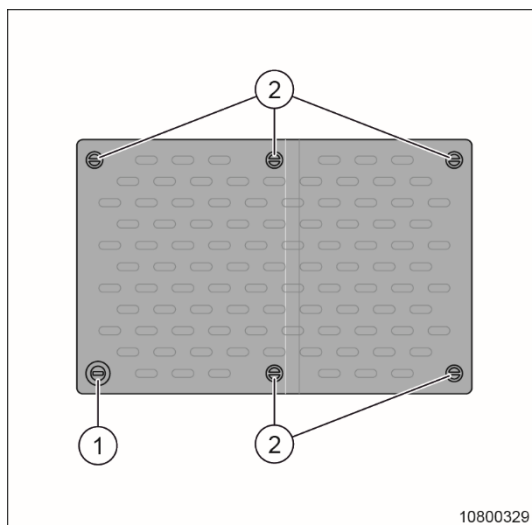

Fig. 207 Recouvrement de la batterie du véhicule
1. Tourner la fermeture (Fig. 207/1) de 90°. Tourner les autres fermetures (Fig. 207/2) de 180° à l'aide d'une clé ou d'une pièce de monnaie.